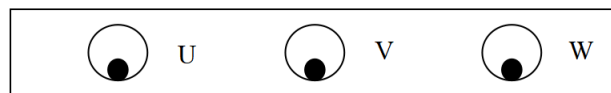

图 1（Y 接）
- 4.10 电动机的接线盒位于电动机顶部，制成三个接线端子。适用于橡胶套电缆（或塑料电缆）和钢管布线的两种结构，内设一个接地端子，并制成一个出线口。在接线盒座与接线盒盖的止口处加设“O”型密封圈，电动机的接线方式为 Y 接，接线方法如图 1。